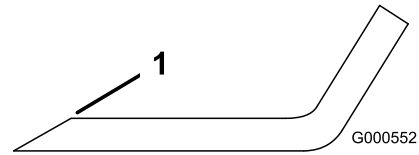

Figura 69
1. Utilice una lima para afilar el filo de corte en ambos extremos de la cuchilla (Figura 69).
**Nota:** Si la cuchilla no está equilibrada, rebaje algo el metal en la parte de la vela solamente (Figura 69).